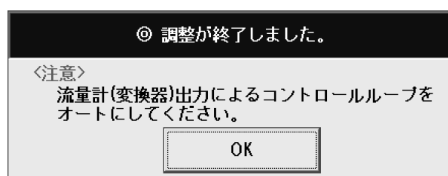

図46
- ⑤ 「いいえ」をクリックして20mAの調整を行う場合は4mAの調整と同様に行い、接続した電流計の指示が20mAになったことを確認してください。
- ⑥ 4mAの調整と同様、再度調整を繰り返すかどうか聞いてきますので、繰り返す場合は「はい」を、20mAの調整を終了する場合は「いいえ」をクリックしてください。
- ⑦ 「いいえ」ボタンをクリックすると、アナログ出力値の調整は終了です。図46のような「調整が終了しました」のメッセージボックスが現れますので、「OK」ボタンをクリックしてください。